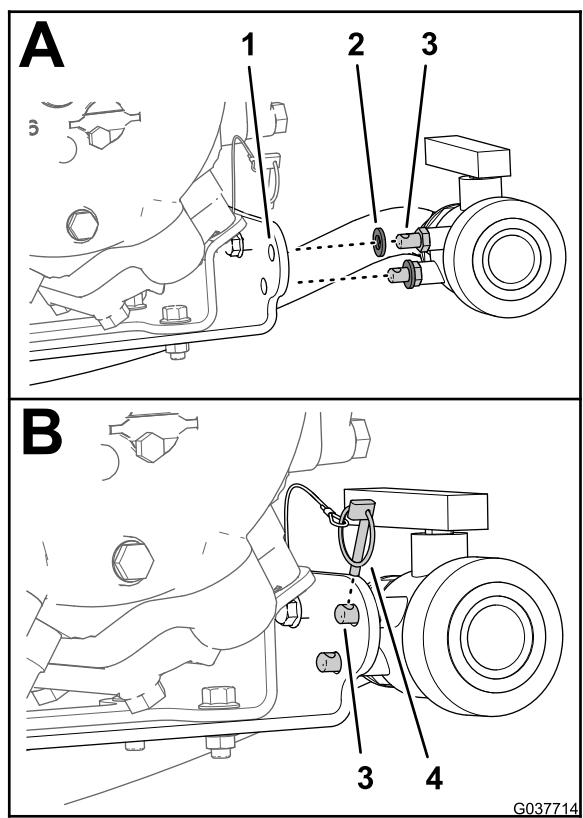

图82
2. 确保将 2 个橡胶垫安装到排水阀的 2 个固定销上 图 82。
3. 将 2 个固定销对齐并通过打药车泵支架中的 2 个 11mm 孔 图 82。
4. 使用保险销将排水阀固定到泵支架上 图 82。